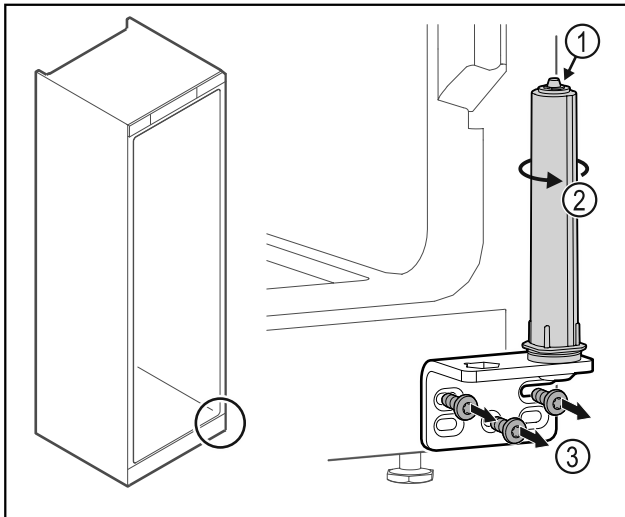

Fig. 34
- ▶ 请勿拆解关门系统 Fig. 34 (1)。
- ▶ 转动关门系统 Fig. 34 (2)，直至听到咔嚓声。
- ▶ 拧下合页角铁 Fig. 34 (3)。